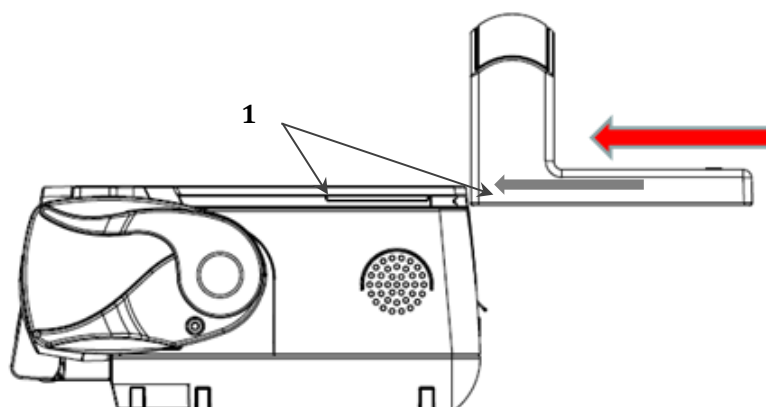

Рис. 11. Установка ручки для переноски
С помощью направляющих (1) на верхней части корпуса насоса и в ручке установите ее, как показано на рис. 11.